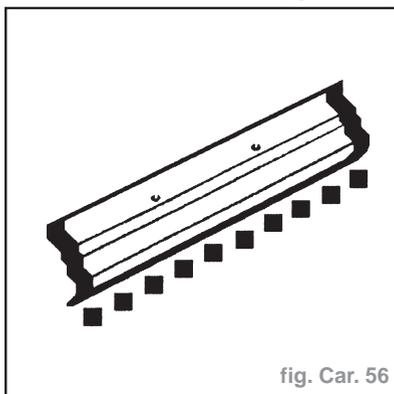

fig. Car. 56
- Préparer et nettoyer les faces d'assemblage de panneau. Poinçonner ou percer des trous dans le panneau neuf pour le soudage en bouchon et découper le panneau pour former un joint soudé bout à bout comme illustré (fig. Car. 56).